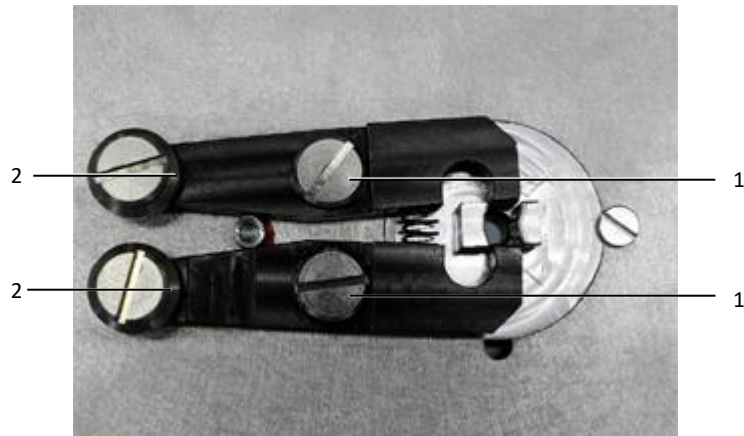

Fig. 10 : pince de maintien du câble
- Huiler la pince de maintien du câble aux pivots (fig. 10, pos. 1) et aux surfaces d'appui (fig. 10, pos. 2) des roulettes.